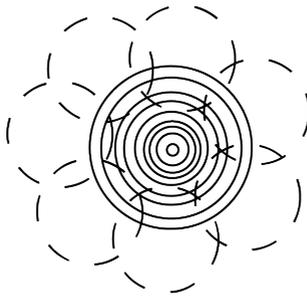

Figure 4
- Une distance d'immersion correcte garantit que les zones de compactage se chevauchent parfaitement et qu'il ne reste pas de zones non compactées. (fig. 4)